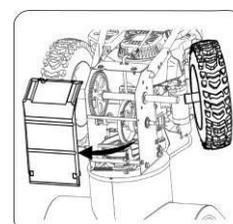

Рис.22
- б) Снимите правое колесо, сняв винт и колоколообразную шайбу, которые крепят его к оси. Рис.22